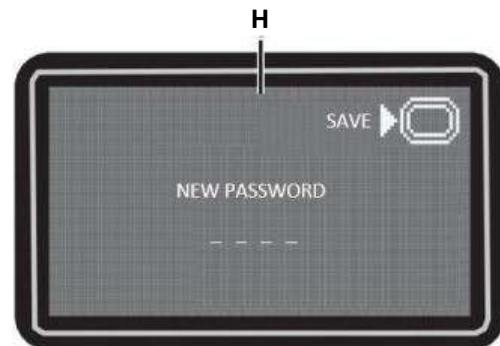

Figure 10
**Écran de gestion du mot de passe utilisateur (H, Fig. 10)**